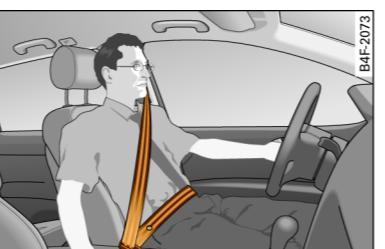

图 201 头枕的调整和安全带的系带方式
- 请您注意安全带的正确捆绑方式 ⇒ 图 201，否则有受伤危险 ⇒ 第 161 页，“三点式安全带系带方式”！